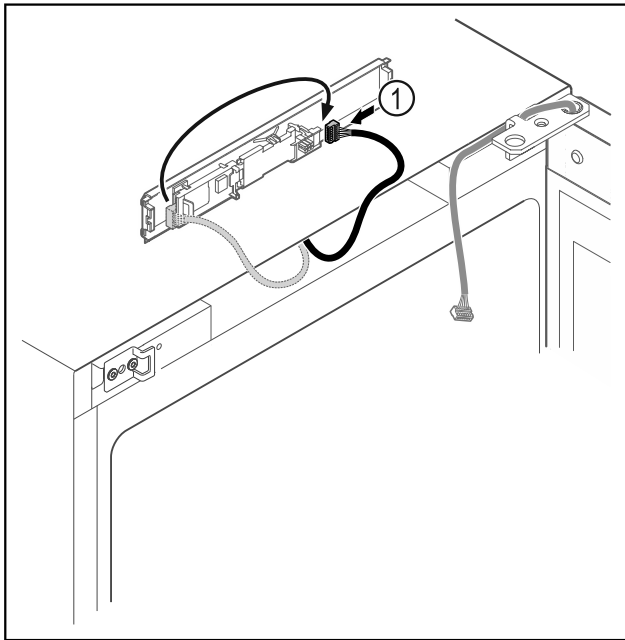

Fig. 17
- Zmeňte zapojenie zástrčky Fig. 17 (1) na doske plošných spojov.